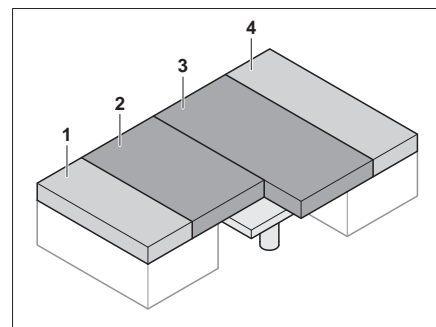

Bild 73 Nach dem Umbau
- Die Sitzpolster (Bild 73,2 und 3) zur Mitte ziehen.
- Die Rückenpolster (Bild 73,1 und 4) zwischen die Sitzpolster (Bild 73,2 und 3) und die Außenwand legen.